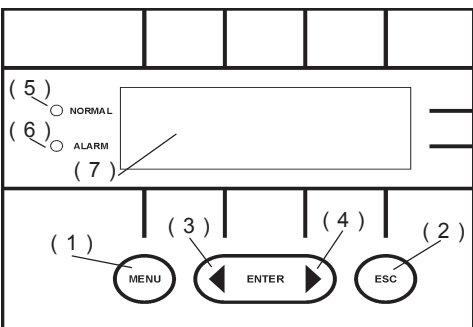

fig. 3.1
- Presionar la tecla silenciadora de la alarma acústica "ESC". A los 20 segundos de haberse puesto en marcha el ondulator, el SAI volverá a sus condiciones de funcionamiento normal. Esta condición se mostrará en el panel frontal a través del display LCD antes descrito. (fig. 3.1).
- Press the quenching key to clear the buzzer alarm. After 20 seconds that the inverter has been started the UPS will revert to the regular operating conditions. This condition is indicated on the front panel through the LCD above described. (fig.3.1).